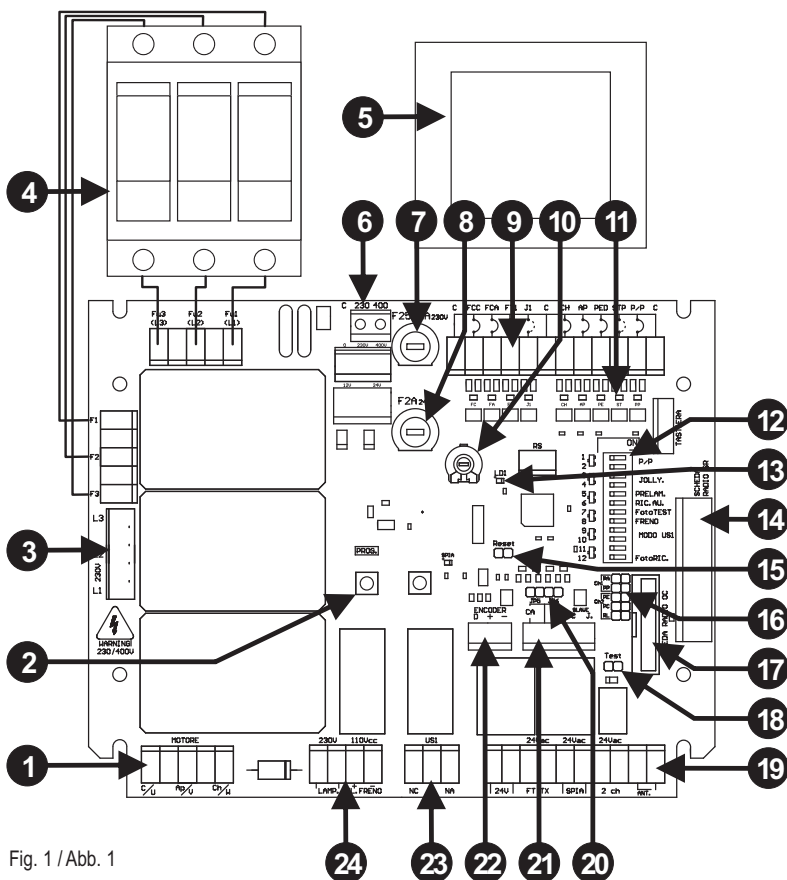

Fig. 1 / Abb. 1
- Con il foto test abilitato e la centralina in stand by i trasmettitori delle fotocellule non sono alimentati e l'ingresso FT1 è aperto (led spento). In questa condizione possiamo verificare ugualmente il funzionamento delle fotocellule cortocircuitando il jumper Test (part.18 di Fig 1).
UTILIZZO CON RICEVENTI RADIO MOD. OC2 (Optional part. 17 di fig. 1)